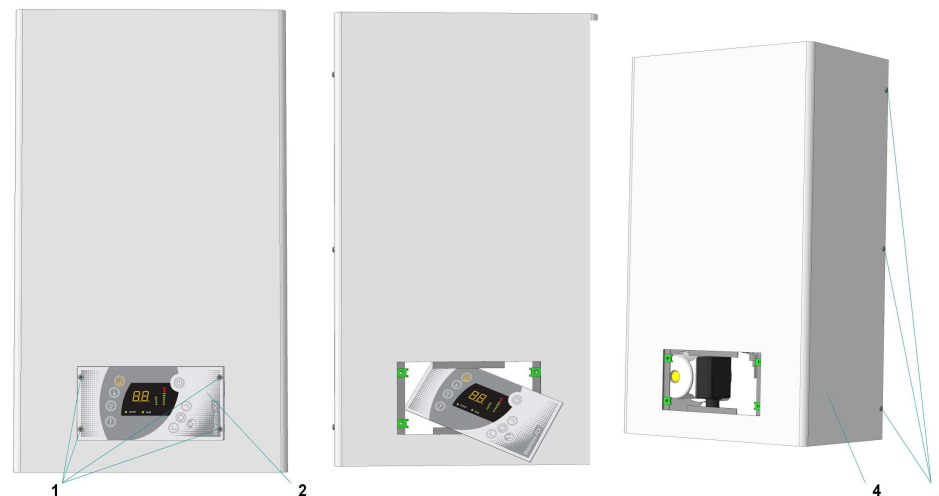

Рисунок 1. Внешний вид. Снятие кожуха.
Внешний вид изделия представлен на рис. 1.
- Запрещается работа прибора при снятом кожухе (5) рис.1.